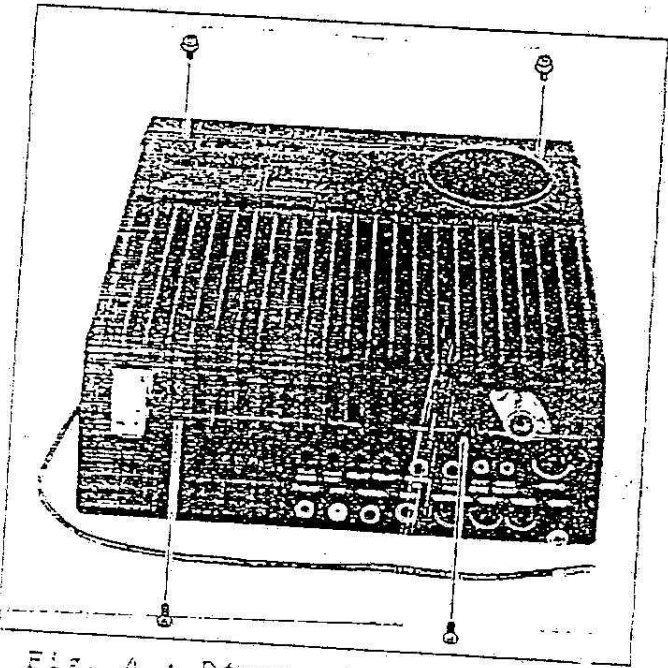

Fig. 4 : Dépose du couvercle
- Placez le transceiver à l'endroit, panneau arrière face à vous, et enlevez les 4 vis désignées sur la fig. 4.
- Ramenez en place le couvercle et le dissipateur en faisant passer le capot bleu clair autour du coin gauche du chassis (vu de l'arrière). Replacé les 2 vis indiquées fig. 4. Les 2 du haut ont des rondelles.